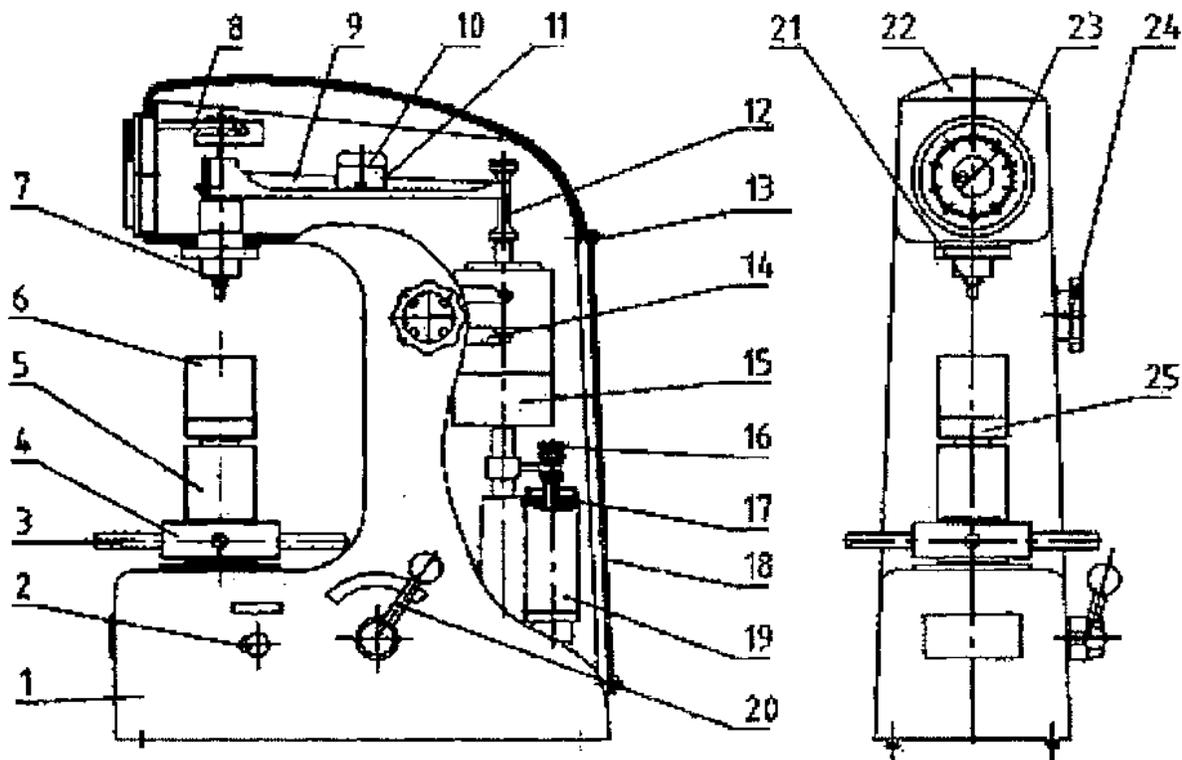

Рисунок 5 Общий вид твердомера
Прибор состоит из корпуса (1), индентора (21), механизма нагрузки и разгрузки (2, 20), индикатора (23), механизма переключения грузов (24), механизм поддержки образца (5), буферного механизм (19) и так далее (см. Рис. 5).